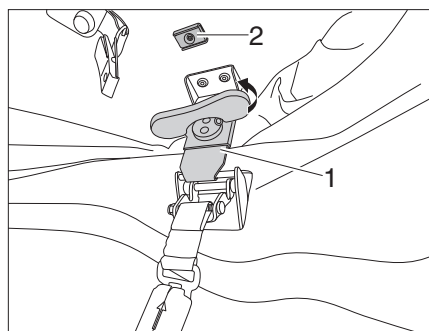
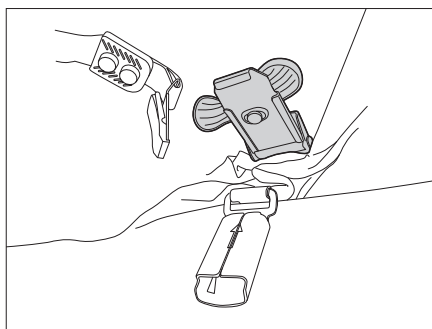

Figura 37 Desactivar los bloqueos
Figura 38 Fijar el bloqueo
- Colocar los tiradores giratorios de los bloqueos izquierdo y derecho (Figura 37,1) y girarlos en sentido contrario a las agujas del reloj, hasta que los bloqueos estén desactivados.
- Girar el tirador giratorio hacia abajo y con el imán (Figura 37,2) fijar el mecanismo de bloqueo (Figura 38).